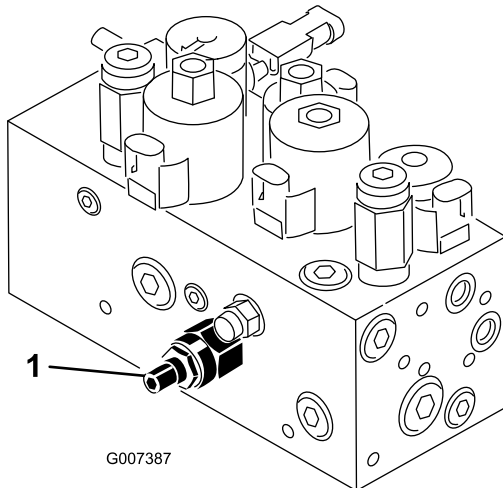

Bild 48
Der Hub-/absenkungskreis der Mähwerke ist mit einem Stromventil ausgerüstet (Bild 48). Dieses Ventil wird im Werk eingestellt. Zum Ausgleichen unterschiedlicher Hydrauliköltemperaturen, Mähgeschwindigkeiten und Anbaugeräte usw. müssen Sie dieses Ventil jedoch u. U. einstellen. Gehen Sie dabei folgendermaßen vor:
1. Klappen Sie den Sitz hoch und finden Sie das Hauptreguliventil für das mittlere Zuggestell (Bild 48), das sich neben dem Hydraulikverteiler befindet.